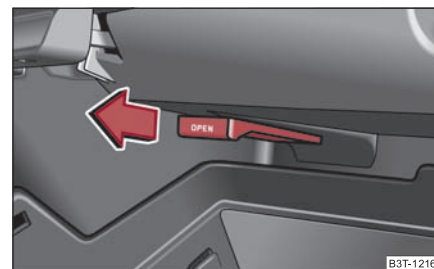

Fig. 122 Torpedoul: Răcirea
- Funcția de răcire se poate porni trăgând de manetă în sensul indicat de săgeată ⇒ fig. 122.